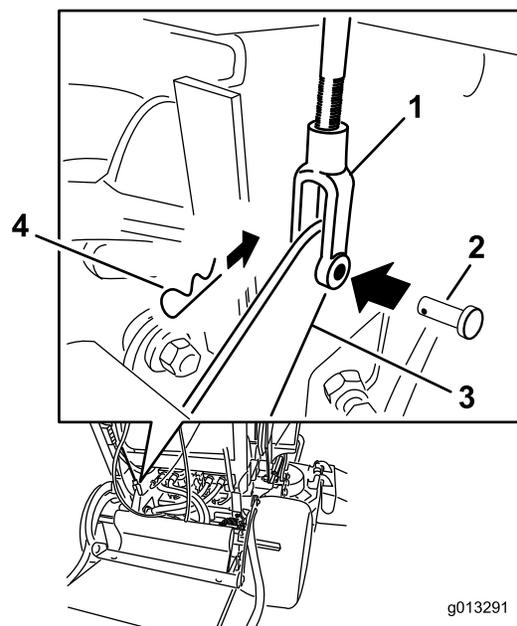

Figura 62
4. Per regolare il freno, staccate il perno con testa e la coppia dalla leva del freno inferiore e dalla forcella (Figura 62).
7. Fissate la forcella alla leva del freno inferiore con il perno con testa e con la coppia (Figura 62).